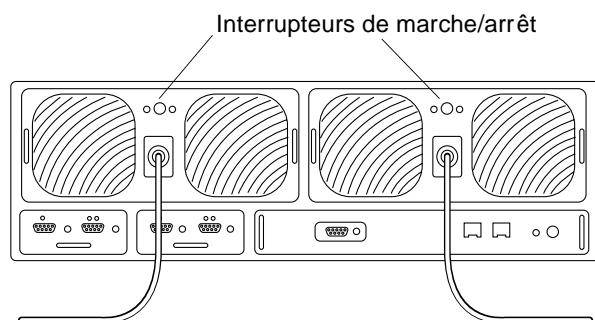

FIGURE 5-2 Emplacement des interrupteurs de marche/arrêt
4. Appuyez sur l'interrupteur marche/arrêt des unités d'alimentation et de refroidissement des deux baies de disques afin de les mettre hors tension (FIGURE 5-2).